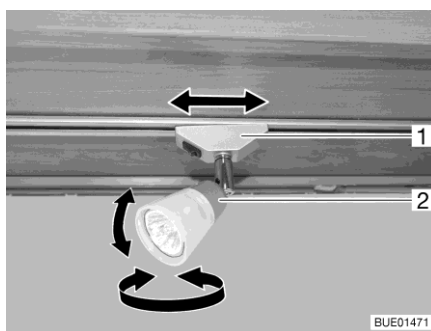

Bild 27 Spotleuchte
- Gehäuse (Bild 27,2) der Spotleuchte in gewünschte Richtung drehen. Das Gehäuse kann in folgende Richtungen gedreht werden:
- Halterung (Bild 27,1) um ca. 45° drehen.
- Halterung (Bild 27,1) um 90° drehen.